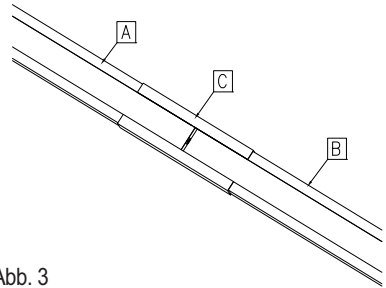

Abb. 3
- Die Führungen A-B mit dem Verbindungsprofil C vereinen (Abb. 3).